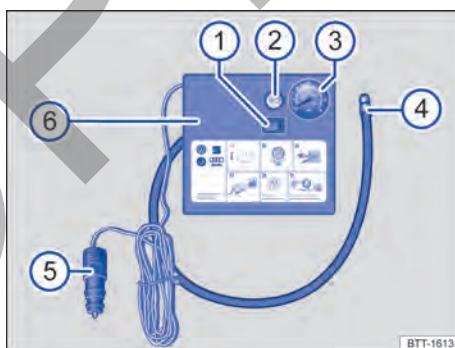

Fig. 210 Representación esquemática: compresor del kit reparapinchazos.
El compresor del kit reparapinchazos se compone de los siguientes elementos → fig. 210:
- Enrosque fijamente el tubo de inflado → fig. 210 ④ del compresor de aire en la válvula del neumático.
- Compruebe que el tornillo de descarga de aire → fig. 210 ② esté cerrado.
- Acople el conector de 12 voltios → fig. 210 ⑤ a una toma de corriente de 12 voltios del vehículo → pág. 187.
- Encienda el compresor de aire con el conmutador de encendido y apagado → fig. 210 ①.
- Deje el compresor en funcionamiento hasta alcanzar una presión de 2,0 a 2,5 bares (29-36 psi/200-250 kPa) → ⚠. **No lo deje funcionar más de 8 minutos** → ①.
Vuelva a enroskar el tubo de inflado → fig. 210 ④ y compruebe la presión del neumático en el indicador ③.